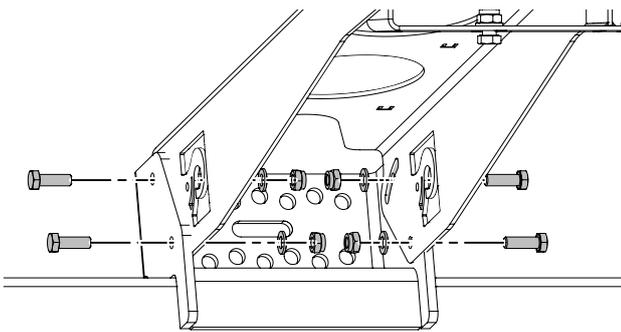

Abbildung 45. Montage mit Halterung an der Ladebordwand
1. Montieren Sie den Arm der Halterung an der Fahrgestell-Befestigung der Ladebordwand, siehe Abbildung 45.